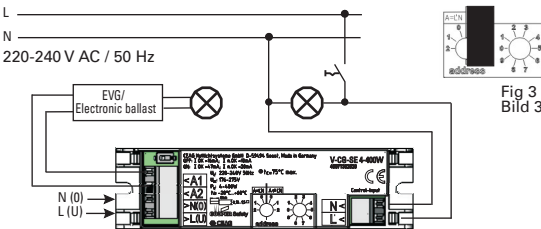
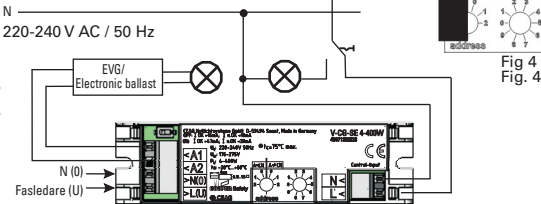

Fig 1 Connection to final circuits with S+ or STAR technology Fig. 1. Anslutning till gruppledning med S+ eller STAR-teknik
Fig 2 Connection to final circuits with S+ or STAR technology Fig. 2. Anslutning till gruppledning med S+ eller STAR-teknik
The mains connection has to be set to terminals L(U) and N(O), for luminaire connections terminals A1- A2 have to be used (Fig 1 or 2).
The connection to the light switch of the general lighting will be done with terminals L' - N (Fig 1 or 2).
- Nätanslutningen ska anslutas till fasplinten (U) och neutralplinten (0). Anslutning av armatur ska anslutas till plint A1–A2 (fig. 1 eller fig. 2).
Anslutning till ljusbrytare för allmän belysning utförs med plint L'–N (fig. 1 eller fig. 2).
Anslutning enligt fig. 1
Anslutning enligt fig. 2. Använd tiotalssiffror vid adressintervall A = L'–N enligt fig. 4